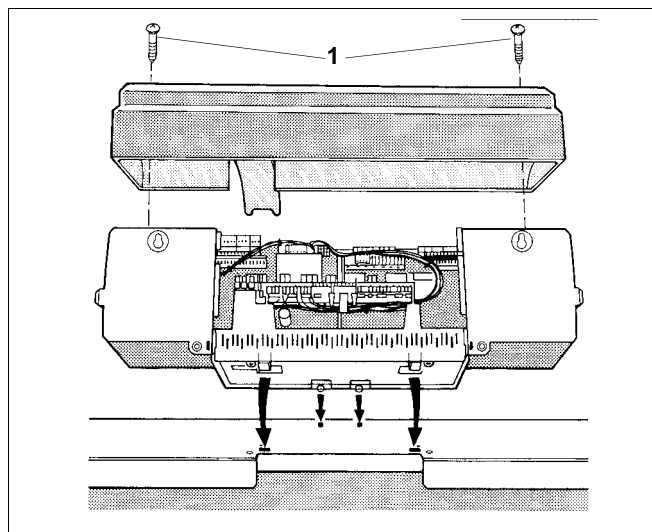
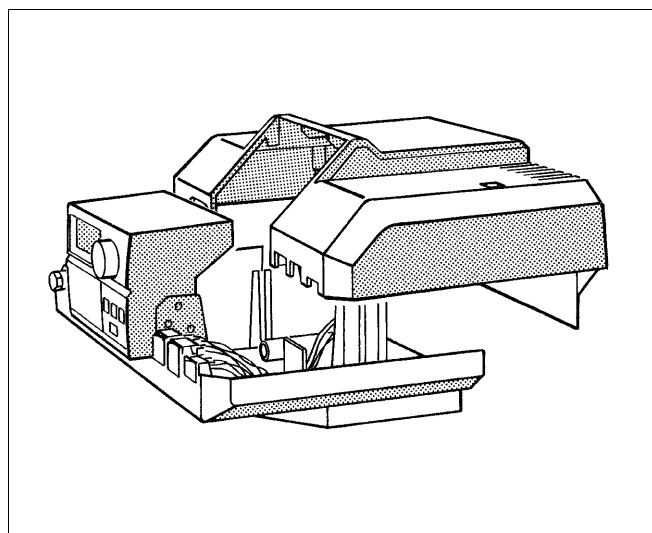

Рис. 13 Монтаж системы управления Logamatic 4000
Рис. 14 Монтаж системы управления Logamatic 2000
- Выверните оба винта (рис. 13, поз. 1) сверху из крышки клеммного щитка и снимите ее.
- Слегка наклонив систему управления вперед, установите ее так, чтобы передние крюки вошли в овальные отверстия. Сдвиньте систему управления вперед и отклоните назад до защелкивания обоих эластичных крюков справа и слева (стрелки на рис. 13).
- Установите крышку клеммного щитка и закрепите 2 винтами (рис. 13 и рис. 14).